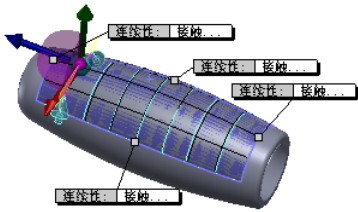
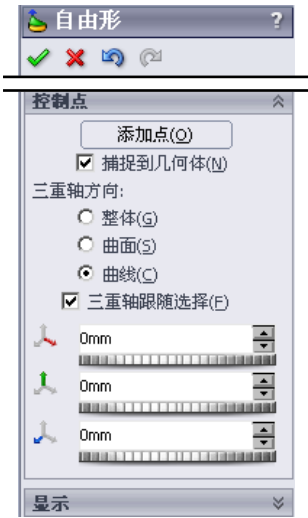

图 3.23.4 显示三重轴
图 3.23.5 “控制点”区域
Step7. 定义第一个控制点的位置。在创建的第一个控制点所在的曲线上单击，然后选中该点，出现图 3.23.4 所示的三重轴。在“自由形”对话框的 **控制点** 区域中出现图 3.23.5 所示的“控制点”区域，依次在三个文本框中输入数值 0、5、0。